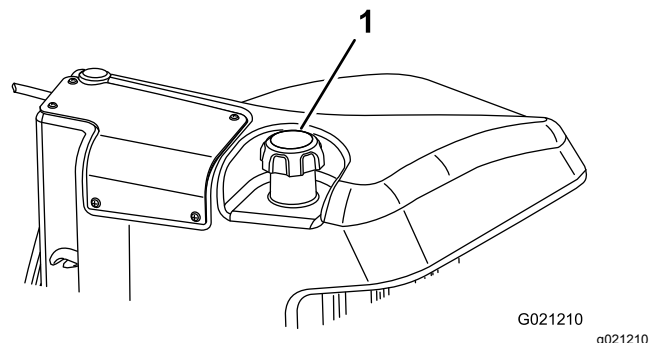

Figura 17
3. Retire el tapón del depósito de combustible (Figura 17).